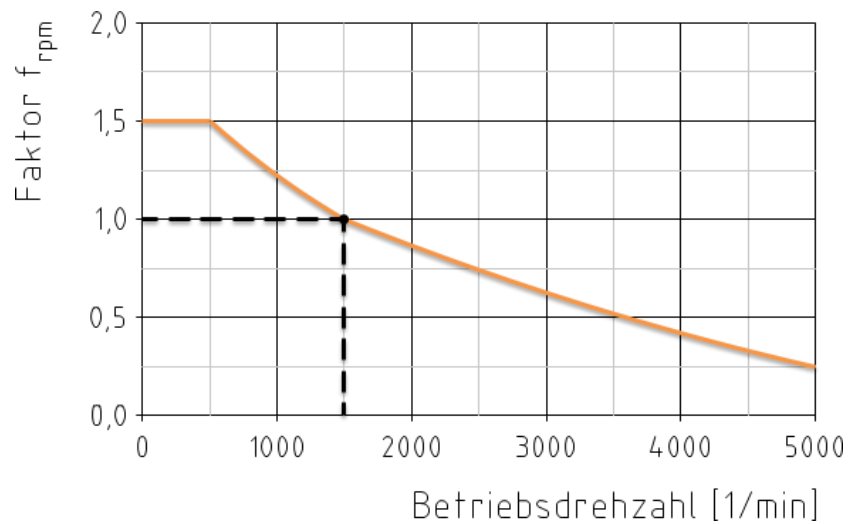

Bild 26: Diagramm der Versatzkorrektur
- Die aufgeführten radialen und winkligen Verlagerungswerte beziehen sich auf eine Referenzdrehzahl von 1500 1/min. Mit dem Diagramm der Versatzkorrektur (siehe Bild 26) erfolgt eine drehzahlabhängige Erhöhung oder Reduzierung der Verlagerungswerte durch den Faktor  $f_{rpm}$ . Die Verlagerungswerte zwischen den angegebenen Drehzahlen sind entsprechend zu interpolieren.